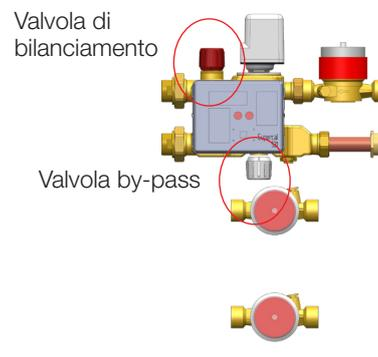

Figura 25
- Effettuare la taratura del by-pass agendo sul volante dell'apposito dispositivo di taratura; La **Figura 25** mostra il volante da regolare.